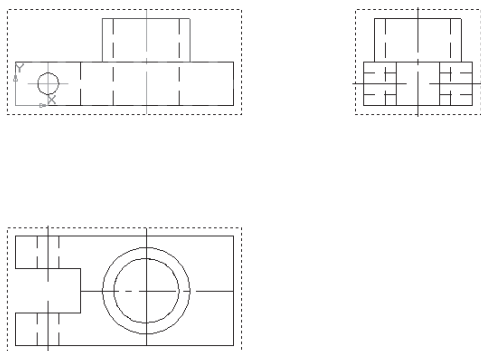

Рис. 340
- с помощью  – **Отрезка** (измените стиль линии на **Осевую**),  – глобальной привязки **Середина**,  – **Ортогонального** черчения, переводя виды в **Текущее** состояние, постройте осевые линии (рис. 340);